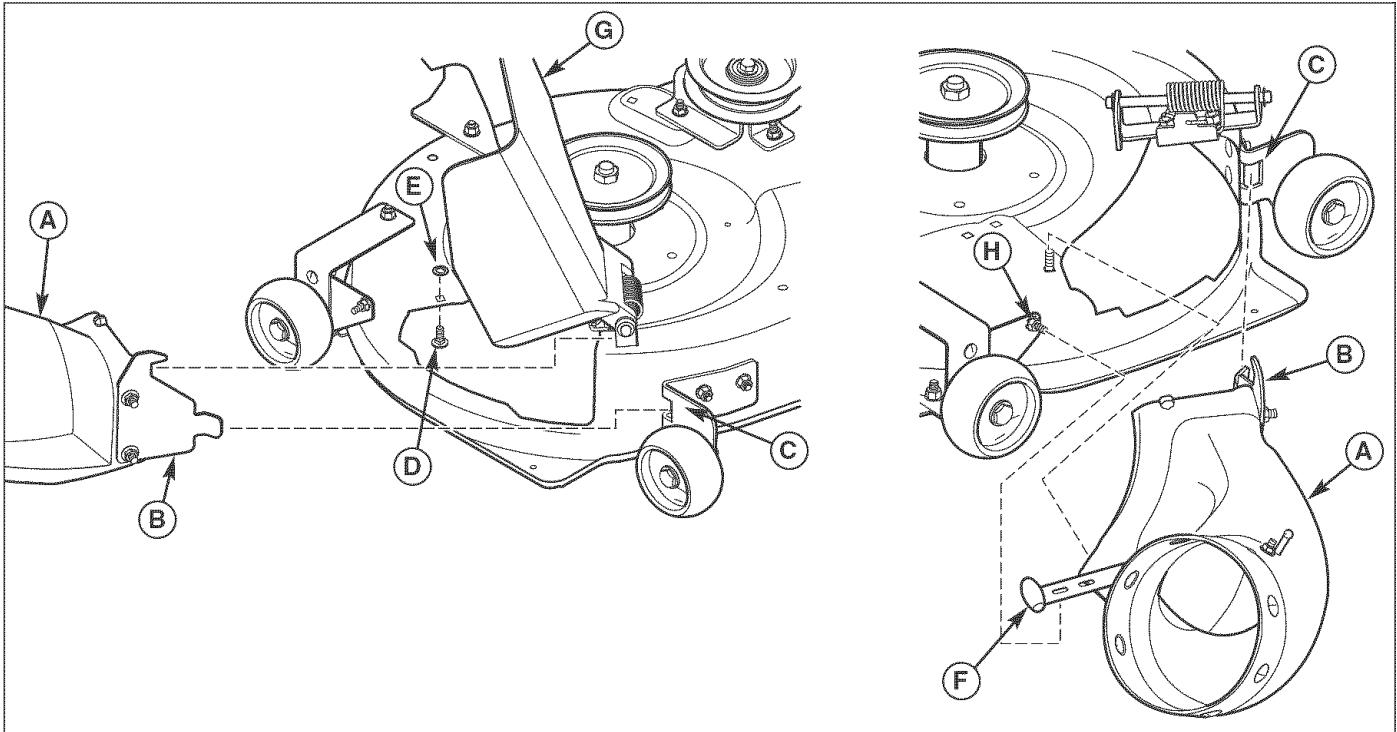

Figura 41. Instale el tubo inferior - Plataforma del cortacésped de 42"
1. Instale el perno de cabeza de hongo de 5/16 x 7/8" (D, Figura 41) con la tuerca de cierre de empuje de 5/16 (E) en la plataforma del cortacésped como se muestra.
2. Levante el deflector de descarga (G).
3. Inserte la placa de la traba delantera (B) en el montaje de la placa de la traba delantera (C). Ponga el conducto inferior bajo el deflector de descarga (G) ubicando el orificio en el conducto inferior sobre el perno de hongo (D).
4. Estire la banda elástica (F) hasta el perno de montaje de la placa de la traba posterior (H) fijando el primer orificio en la banda elástica sobre el perno de montaje.